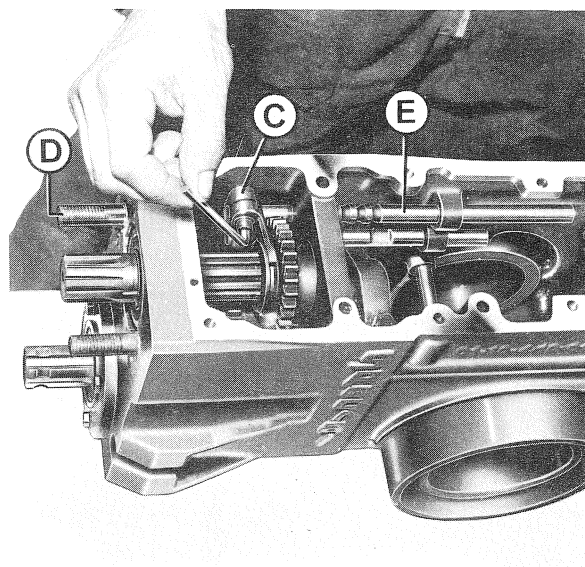

Fig. 11
- 2) Tramite l'apposita vite togliere la forcella **C** (fig. 11). Svitare il prigioniero **D** e sfilare l'asta **E** facendola passare per il foro lasciato dal suddetto prigioniero (vedi fig. 11).